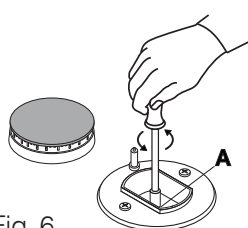

Fig. 6
2. desenrosque los inyectores (fig. 6) utilizando una llave tubular de 7mm. y sustitúyalos por los que se adapten al nuevo tipo de gas (ver tabla 1 “Características de los quemadores e inyectores”).